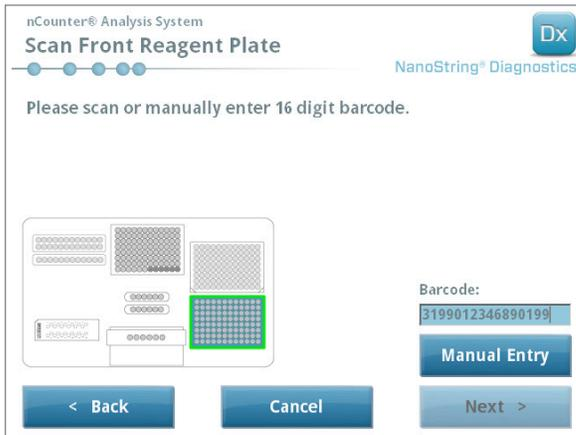

FIGURA 5.10: Ecrã "Analisar Placa de Reagentes"
- b. Retire as tampas de plástico transparentes e coloque as Placas de Reagentes na plataforma, conforme indicado no ecrã (FIGURA 5.10).